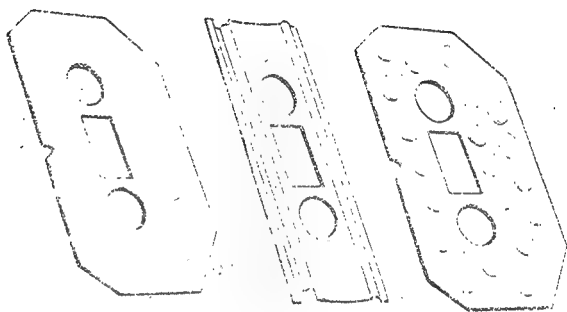

图8 盒式磁带的衬垫片
(1) 带盒的外形尺寸及各工作孔的孔位、孔径必须符合盒式磁带国际标准的规定。
(2) 带盒表面及内部零件必须精密、平整、无塌坑和毛刺，在 $0\sim 40^\circ\text{C}$ 环境温度中不应有几何变形。高质量的带盒其接缝比较齐整严密，用手摸不易感觉出有缝隙存在。
(3) 磁带的盘芯与带盒应配合良好。手持盒式磁带轻轻摇动时，能明显地感觉到盘芯各方向晃动自然。将磁带装入录音机，按下倒带键，磁带在盘芯上卷绕得越整齐，倒带过程不应有大的振动噪声。在按下放音键，音量关到最小时，磁带在运行中不应有明显的机械噪声。
(4) 带盒两侧的衬垫片对盒式磁带的质量影响很大。高质量的盒式磁带往往将衬垫片设计成带有许多鼓泡或瓦楞形状(如图8)，其目的是为了减少磁带盘和衬垫片的摩擦力。同时，因其衬垫片本身具有弹性，可使磁带卷绕得很平整。